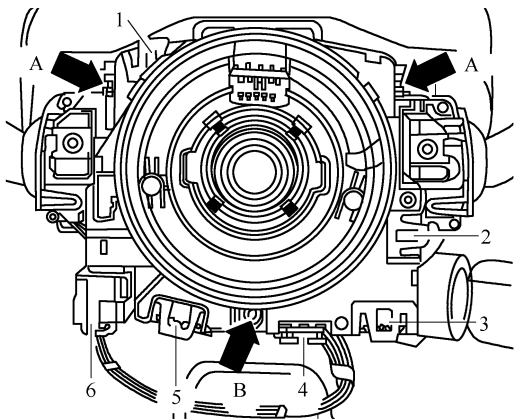

图 5-4-3 拆卸和安装转向柱电子控制装置
1) 拆卸,如图 5-4-3 所示。
① 将转向柱电子装置控制单元 J527 竖直按压到转向柱组合开关上,直至其牢固接合。
② 旋入转向柱电子装置控制单元 J527 的螺钉(箭头 B),拧紧力矩为 $1.5\text{N} \cdot \text{m}$,如图 5-4-3 所示。
(5) 对转向柱电子装置控制单元 J527 进行编码